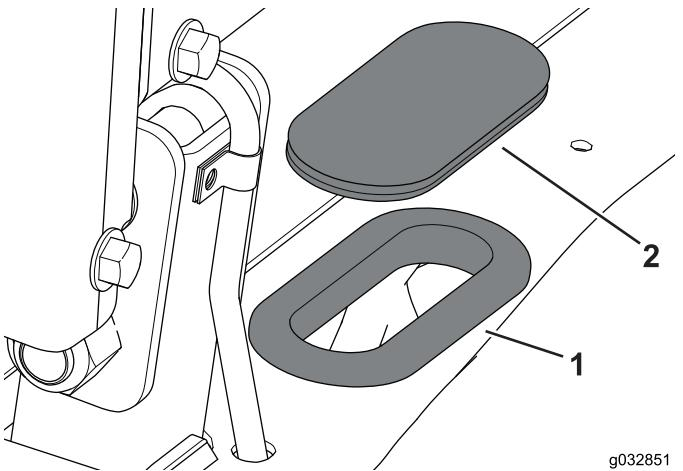

Figure 110
- Remplacez-le passe-câble d'hiver par le passe-câble d'été (Figure 110).